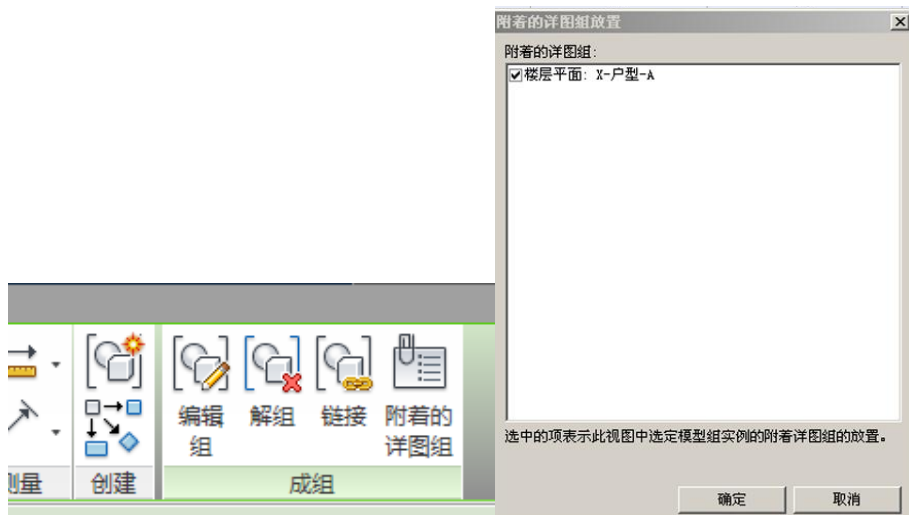

图 7-7
- 7) 选择模型组“户型-A”，点击上下文选项卡中的“附着的详图组”按钮，在弹出对话框中勾选“楼层平面：X-户型-A”，点击“确定”进行放置；选择模型组“交通核”，执行相同操作，完成详图组“X-交通核”的放置（如图 7-7 所示）。